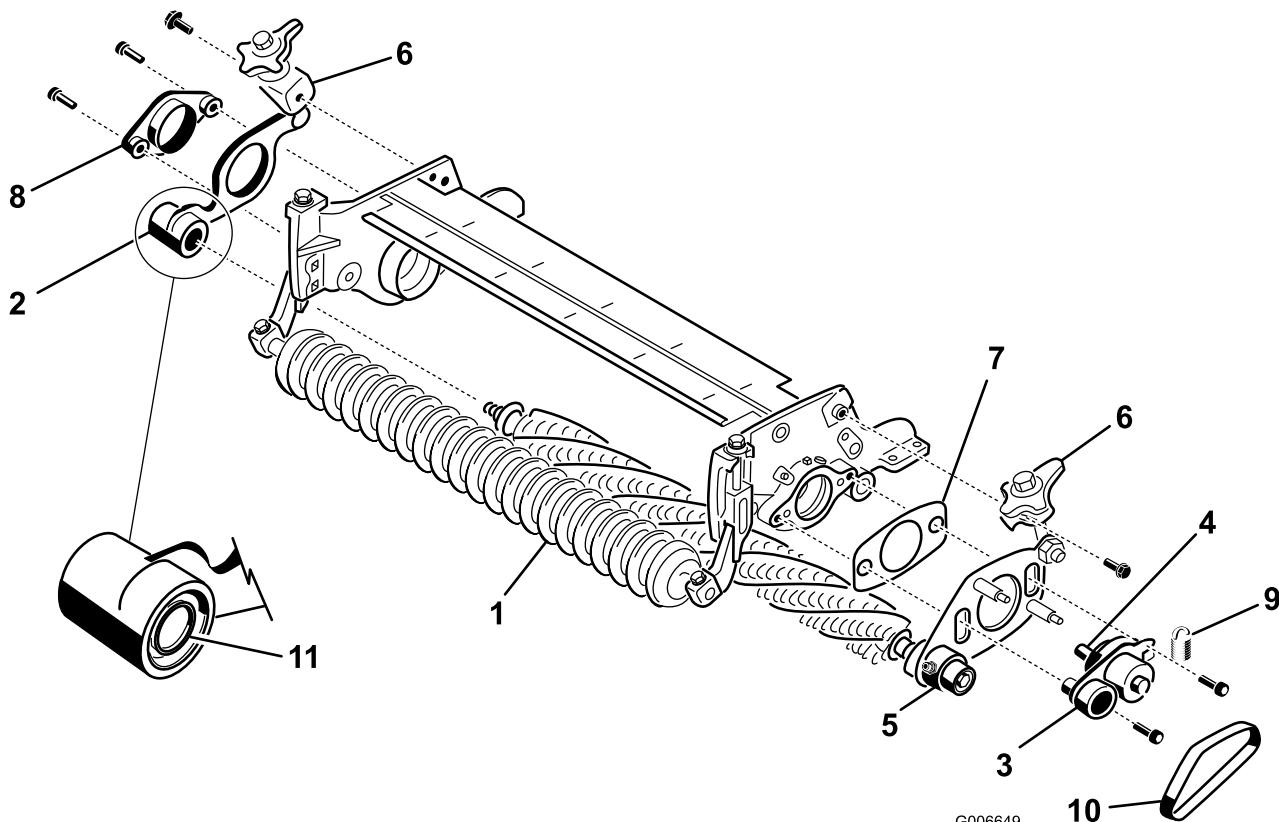

Figura 9
14. Dal lato **opposto al comando** del gruppo grooming, togliete la piastra grooming con la leva rapida dal gruppo albero grooming (Figura 9).
16. Dal lato comando dell'apparato di taglio, montate il mozzo del perno, la piastra grooming lato comando con la leva rapida e lo spessore sulla piastra laterale dell'apparato di taglio utilizzando due viti a esagono incassato da 3/8 x 1 poll. (Figura 9). Prima del montaggio, spalmate del Loctite blu sui filetti.
- Sull'albero grooming montate la piastra grooming lato opposto comando (Figura 9). Attenzione a non lasciare cadere la molla di tenuta.
- Con due viti a esagono incassato da 3/8 x 1 poll., fissate il mozzo del perno dal lato opposto comando sulla piastra laterale dell'apparato di taglio (Figura 9). Prima del montaggio, spalmate del Loctite blu sui filetti.
20. Montate i gruppi leva rapida sulle piastre laterali, utilizzando bulloni a testa flangiata da $3/8 \times 3/4$ poll. (Figura 9).
21. Montate la cinghia grooming sulle pulegge (Figura 9). Su ciascuna puleggia, verificate che le nervature della cinghia siano inserite correttamente nelle gole della puleggia.